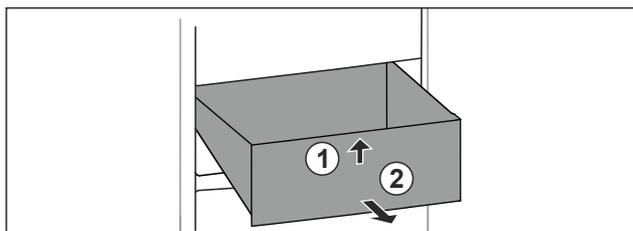

Fig. 68
- ▶ Повдигнете чекмеджето отпред. Fig. 68 (1)
► Извадете чекмеджето напред. Fig. 68 (2)